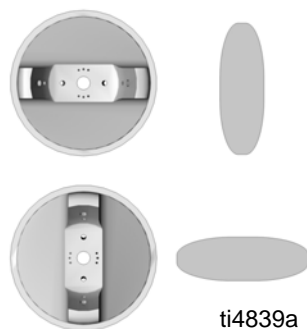

FIG. 2
1. Ruotare il cappello di pulverizzazione per ottenere il ventaglio di spruzzatura desiderato. Vedere la FIG. 2.